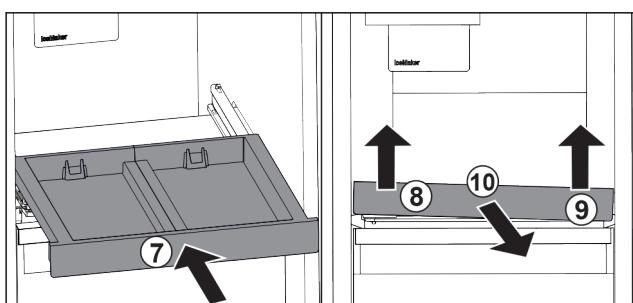

Fig. 35
- Вставьте выдвижную панель. Fig. 35 (7)
- Приподнимите выдвижную панель спереди слева. Fig. 35 (8)
- Приподнимите выдвижную панель спереди справа. Fig. 35 (9)
- Извлеките выдвижную панель движением вперед. Fig. 35 (10)